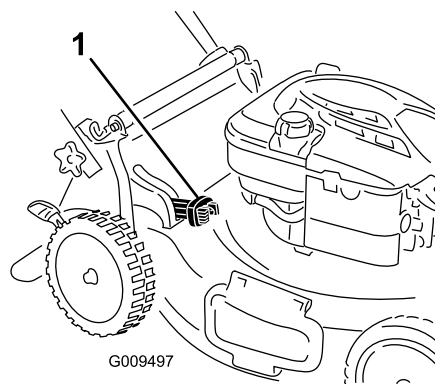

Figura 20
3. Perno del cesto di raccolta (2)
- Per raccogliere lo sfalcio e le foglie premete il pulsante che si trova sulla leva di comando del cesto e spostate in avanti la leva finché il pulsante non risale (Figura 20).